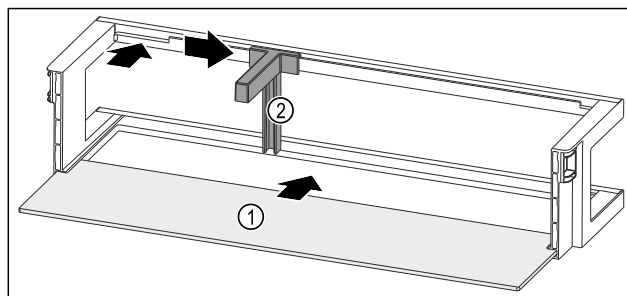

Fig. 99 Półka w drzwiach z półką
- ▶ Wsunąć półkę Fig. 99 (1) w boczne wycięcia.
- ▶ Włożyć uchwyt butelek Fig. 99 (2) do zagłębienia.
- ▶ Przesunąć uchwyt butelek Fig. 99 (2) na wybraną pozycję na bok.